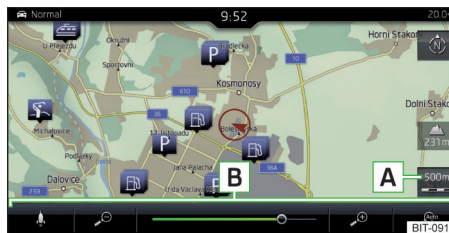
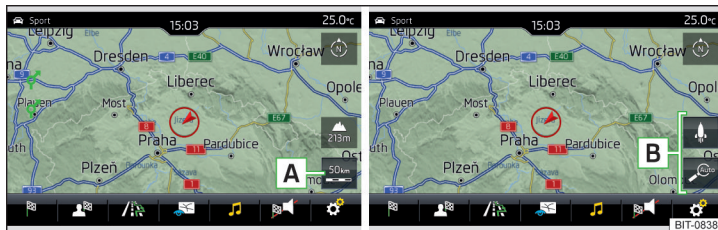

Fig. 224
Fig. 225 Touches de fonction pour modifier l'échelle des cartes : Infodivertissement Amundsen
➤ Touchez la touche de fonction souhaitée **A** » fig. 224 ou » fig. 225.
Dans la zone **B** » fig. 224 ou » fig. 225, les touches de fonction pour la modification de l'échelle de la carte sont affichées.
- ▶ Touchez la touche de fonction **A** » fig. 224 et utilisez le curseur ou la surface fonctionnelle / Touchez le champ **B** » fig. 224 (s'applique à l'infodivertissement Columbus).